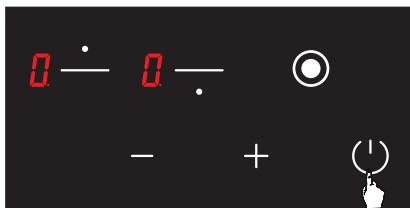

Рис. 8
1. Увімкніть плиту, натиснувши кнопку (Див. рис. 8).